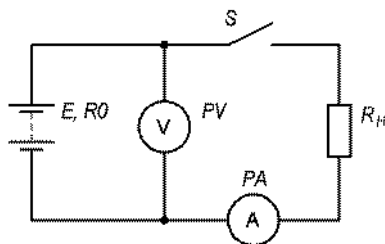

Рисунок 1.10
**Задача 1.1.** В линейной цепи (рис. 1.10) известны показания вольтметра  $U$  и амперметра  $I$  при замкнутом ключе  $S$ . Если ключ разомкнут, то вольтметр покажет значение напряжения  $U_0$ . Определить сопротивление приёмника  $R_H$ , внутреннее сопротивление источ-